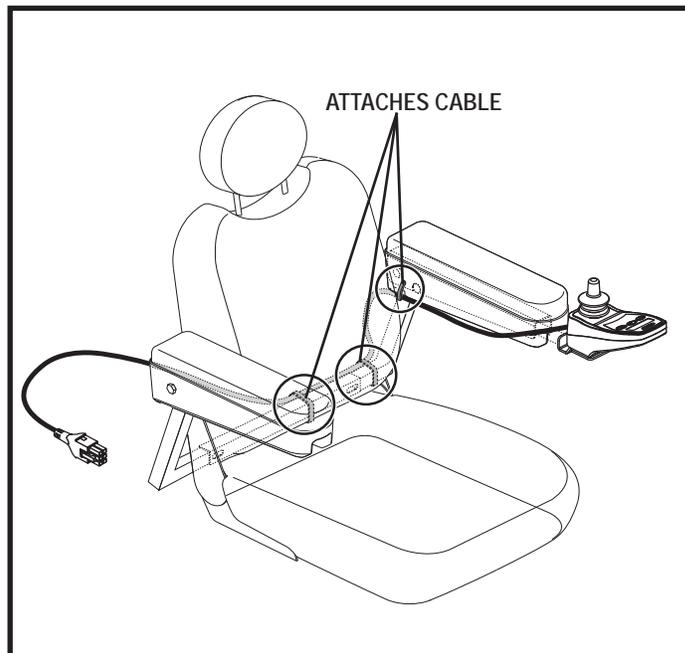

Figure 9. Emplacement du câble du module de contrôle du siège Contour
9. Attachez le câble du contrôleur sous l'accoudoir avec des attaches de plastique. **See figure 9.**